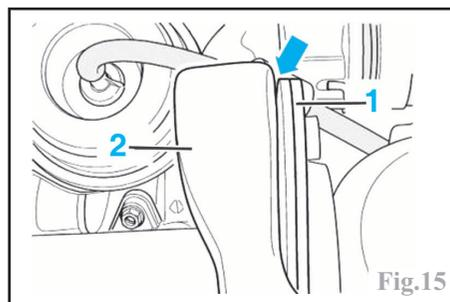

Fig.15
Il ne doit pas y avoir de jeu entre l'arbre (1) et le palier (2) (Fig.15).